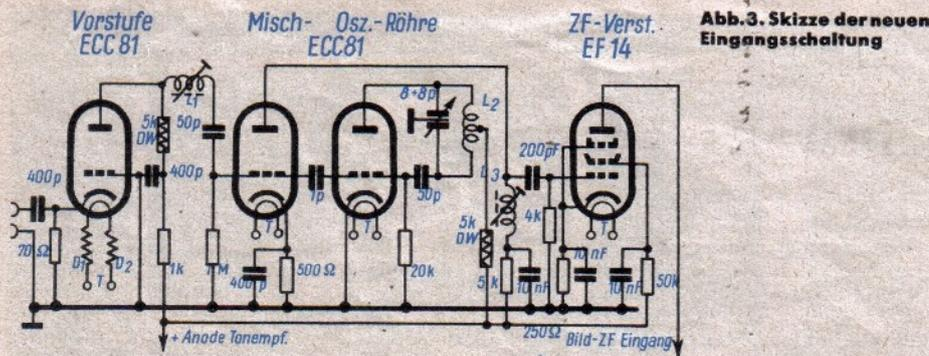

Abb. 3. Skizze der neuen Eingangsschaltung
Montageplatte gleicher Größe aus 1,5 mm Alu anzufertigen. Welche Schaltung man für den neuen HF-Teil wählt, hängt von den Fähigkeiten des einzelnen ab. Zahlreiche Vorschläge wurden an dieser Stelle schon mehrfach gebracht²⁾. Die in Abb. 3 skizzierte Anordnung mit einem Katodeneingangsverstärker und einer Doppeltriode als Mischer und Oszillator dürfte wohl die einfachste Form sein und kaum Schwierigkeiten machen. In der Vorstufe sind beide Systeme der ECC 81 parallelgeschaltet, und die Antennenzuführung geschieht nach einem Trennkondensator am Katodenwiderstand, der als geeigneter Abschluß für das Kabel gleich mit einem entsprechenden Wert einzusetzen ist. Da die Katode in dieser Anordnung HF-Potential führt, ist die Verdrossel-
2. Die ECH 11 der Mischstufe des Originalgerätes ist für das neue Betriebsband unnötig und kann entfernt werden. Die Röhrenfassung ändert man jedoch nach Abb. 3 zur Aufnahme einer zusätzlichen ZF-Stufe mit der EF 14 um. Gitterseitig ist hier ein weiterer ZF-Kreis mit L_3 erforderlich, der durch den relativ niedrigen Gitterableitwiderstand hinreichend gedämpft wird. Der Trimbereich soll etwa zwischen 6 ... 9 MHz liegen. Anodenseitig ist diese EF 14 genau so anzuschließen wie die ECH 11 des Originalzustandes.